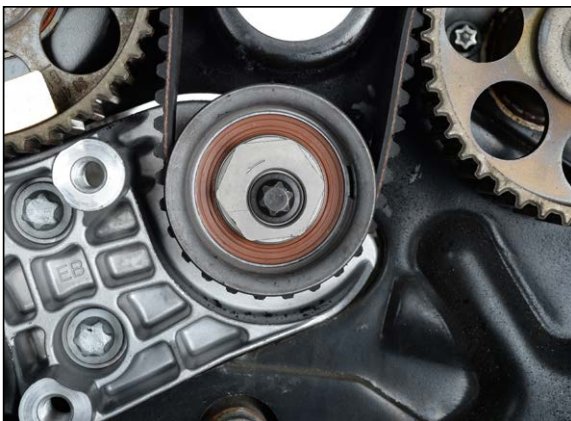

Abb. 18
4. Den Exzenter der oberen Spannrolle mit Spannschlüssel MKM-6038 oder Wasserpumpenzange gegen den Uhrzeigersinn verdrehen, bis die Spitze des Exzenters in 11-Uhr-Position steht (Abb. 18).